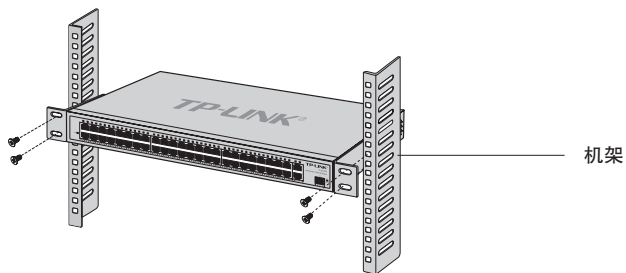

图2-3 机架安装示意图
4. 用螺钉将L型支架固定在机架两端固定的导槽上,确保交换机稳定、水平地安装在机架上,如图2-3所示。